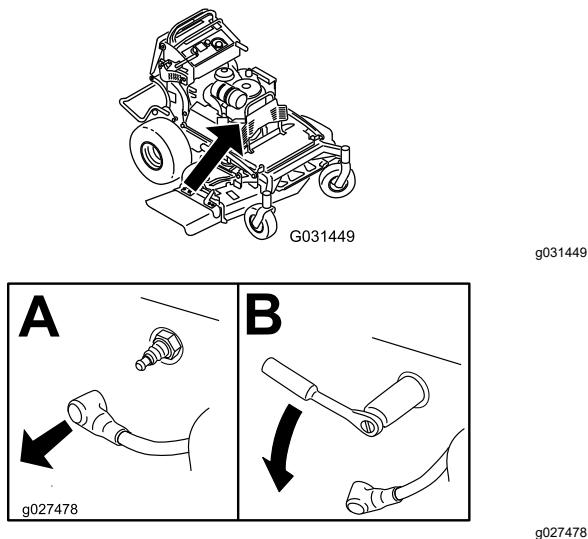

Figura 47
3. Retire a vela, como indicado na Figura 47.